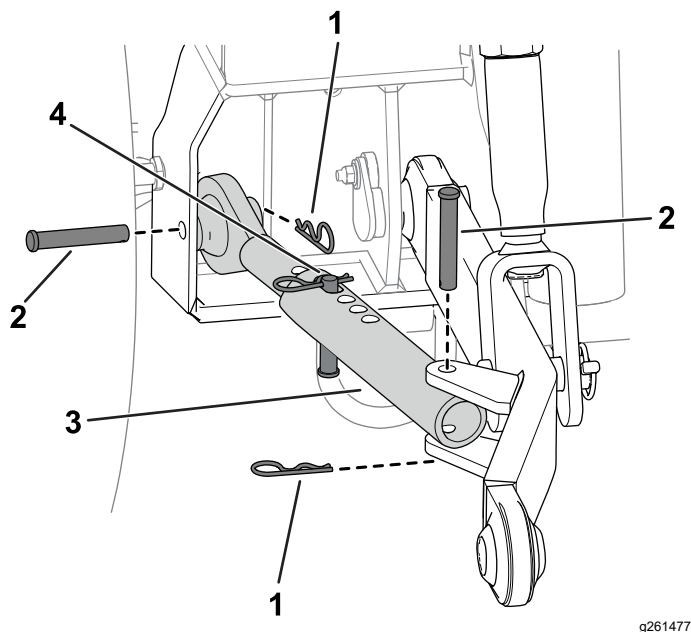

Figura 4
Nota: La Figura 3 y la Figura 4 muestran la instalación de los componentes en el lado izquierdo
4. Utilice un pasador y una chaveta para sujetar los tensores laterales al bastidor de la máquina (Figura 4).
- Utilice un pasador y una chaveta para sujetar el tensor lateral al brazo de tiro (Figura 4).
- Instale un pasador y una chaveta en el tensor lateral (Figura 4).